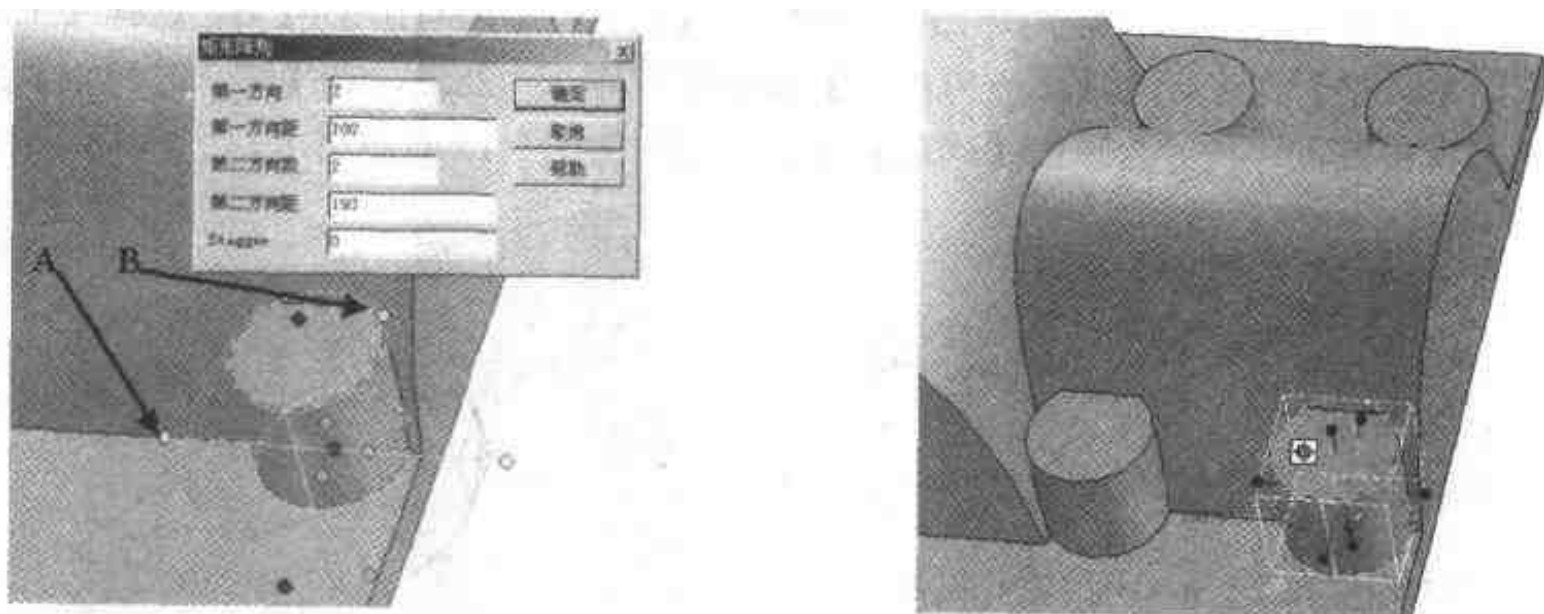

图 2.12 生成凸台圆柱的阵列
- (3) 单击如图 2.12 所示的手柄 A 使黄色轴线出现，然后右击如图 2.12 所示的智能手柄 B，选择【生成矩形风格】命令，在【第一方向距】文本框中输入“100”，在【第二方向距】文本框中输入“190”，单击【确定】按钮，结果如图 2.12 所示。